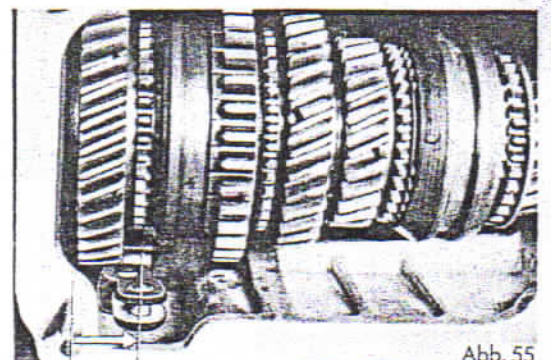

Abb. 55
49. Dichtung für Schalturm mittels Dichtungsmasse auf Getriebegehäuse aufkleben. Schalturm auf Getriebegehäuse aufsetzen, vorher aber Doppelhebel zur Antriebsseite schieben, um ein Einrasten der Rückwärtsgangschaltgabel im Doppelhebel zu gewährleisten (Abb. 55).